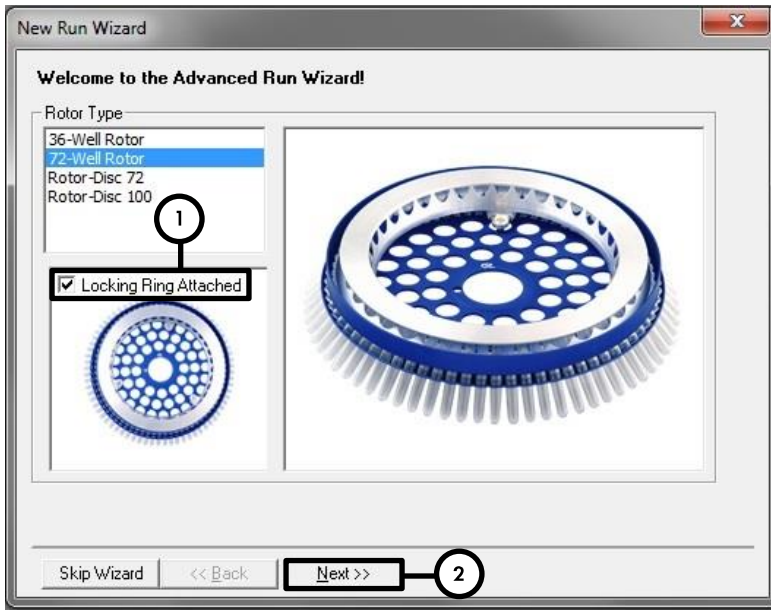

Abbildung 2. Der Dialogbereich New Run Wizard.
7. Markieren Sie im nächsten Dialogbereich **New Run Wizard** (Abbildung 2) das Ankreuzfeld **Locking Ring Attached** (Schließring befestigt) und klicken Sie auf die Schaltfläche **Next**.